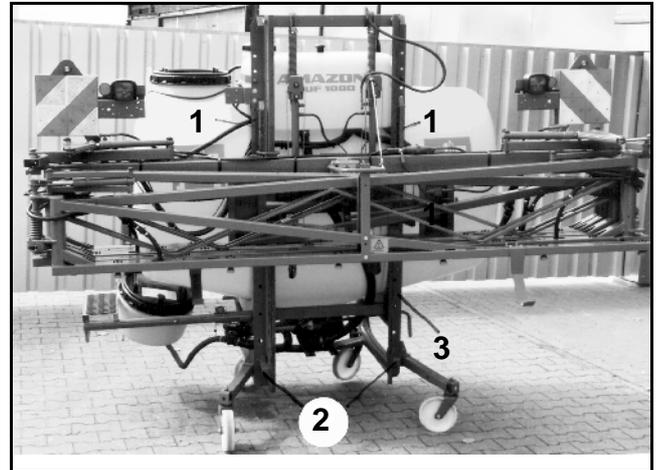

Fig. 8.4
- Empujar manualmente hacia arriba cuánto sea posible ambos perfiles cuadrados (Fig. 8.4/1) y en esta posición, levantando los elementos de tope (Fig. 8.4/2) fijarlos en el portavarillaje (Fig. 8.4/3).
- Colocar más abajo los elementos de tope (Fig. 8.4/2) en los portavarillaje (Fig.8.4/3).